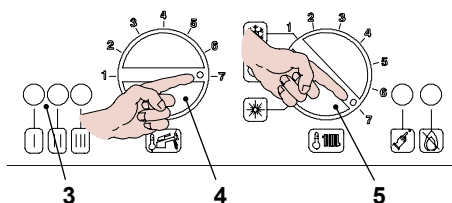

Figura 7.1
- Ruotare la manopola regolazione temperatura sanitari 4 e il selettore di funzione 5 in senso orario e posizionarle come in Figura 7.1.